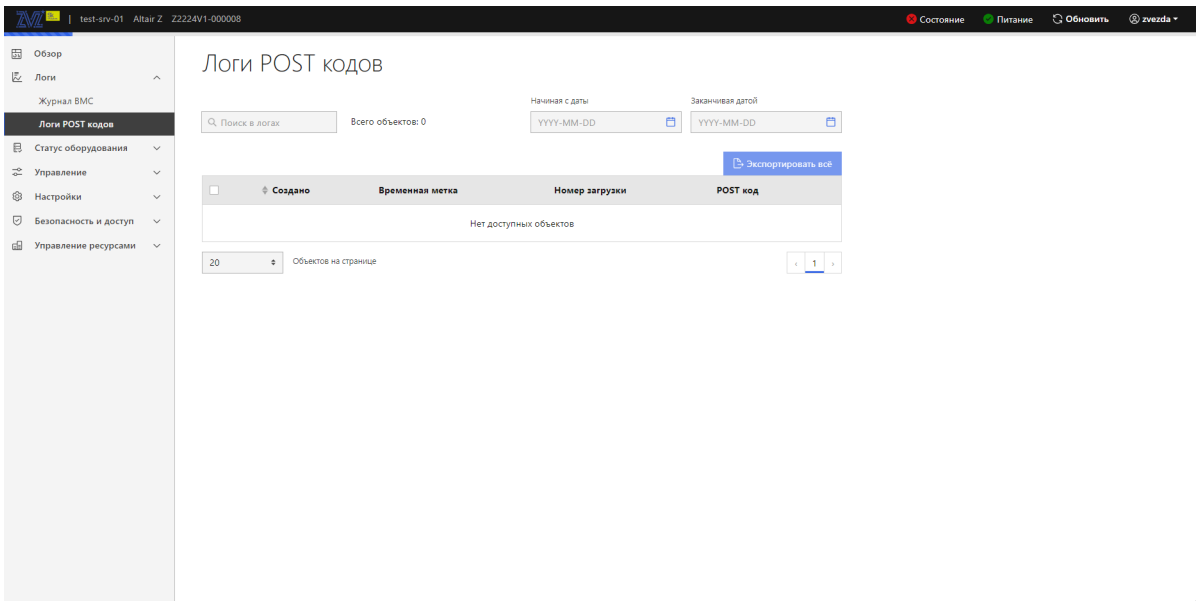

Рис. 77. Окно «Логи POST кодов»
- 3) Пройдите во вкладку «Логи» → «Логи POST кодов» в данной вкладке отображены все логи POST кодов. В поле «Поиск в логах» производится поиск логов POST кодов. В поле «Начиная с даты» произведите фильтрацию по дате начала логов, в поле «Заканчивая датой» произведите фильтрацию по дате окончания логов. «Экспортировать всё» позволяет экспортировать все логи POST кодов. Окно показано на рис. 77 **Окно «Логи POST кодов»**